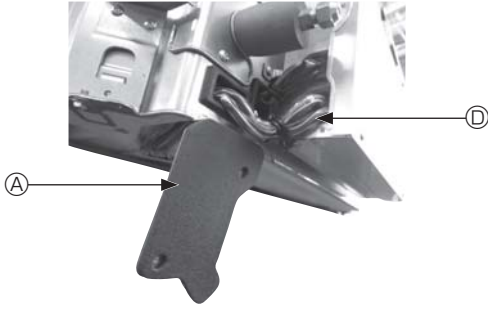

Fig. 4-4
- ① Ana ünitenin kablo kapağını tespit eden iki vidayı çıkarın ve daha sonra kapağı açın.
- ② i-See sensör ve sinyal alıcısının kablolarını, elektrikli aksam kutusundaki kablo girişlerinden ve ana ünitenin yanındaki burçlar etrafından şemada gösterildiği gibi yönlendirin. (Fig. 4-4)